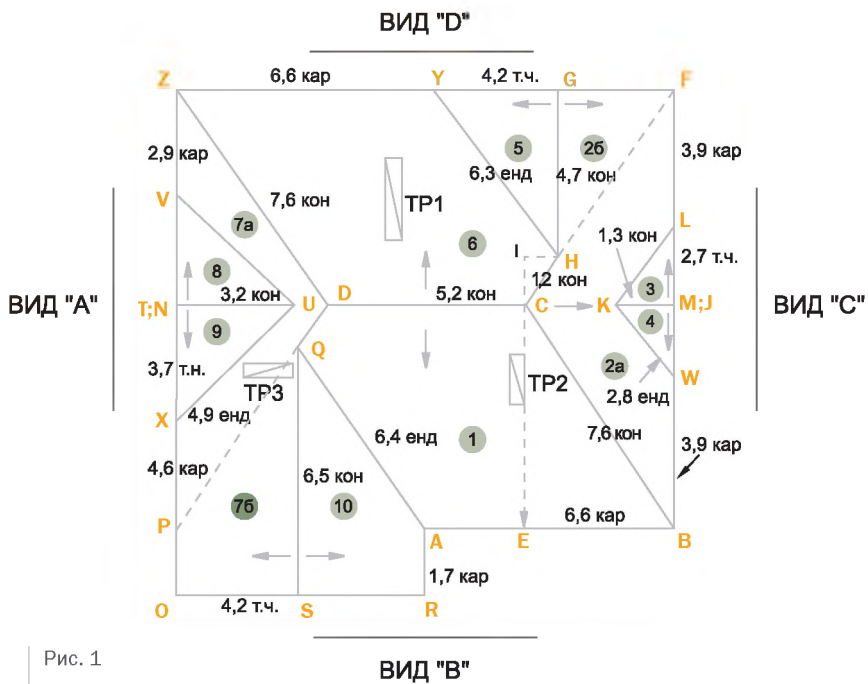
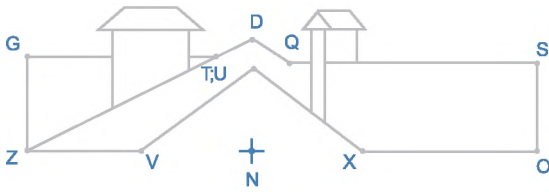
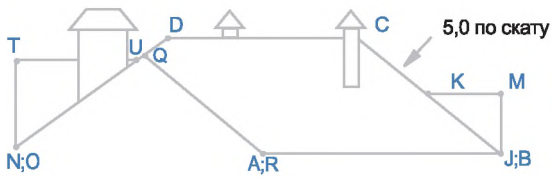
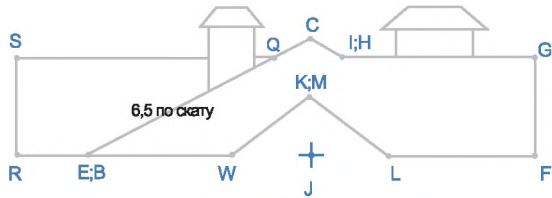

Рис. 1
Рис. 2
Рис. 3
Рис. 4
В дальнейшей работе с руководством Вам понадобятся: знания по геометрии и алгебре в объеме средней школы, чистый лист бумаги, карандаш, линейка, ластик. Полезны будут аккуратность и терпение. Вам будет необходим чертеж кровли, аналогичный представленному нами на рис. 1. В идеальном варианте заказчик предоставит Вам для расчета чертежи четырех фасадов (рис. 2, рис. 3, рис. 4, рис. 5) и вид кровли сверху (рис. 1).
Ее можно легко решить, мысленно разбив кровлю на составляющие ее прямоугольники, треугольники и трапеции. Так, к примеру, кровля, показанная на рис. 1, состоит из десяти элементов: одной трапеции (10), пяти треугольников (3, 4, 5, 8, 9) и четырех многоугольников (1, 2, 6, 7), которые мы тоже можем разделить на стандартные геометрические фигуры. Скат 2 мысленно делится на 2 треугольника (2а и 2б), где 2б идентичен скату 5. Скат 7 делится также на 2 треугольника 7а и 7б, где 7б идентичен скату 10. Скат 1 и 6 принимаем за параллелограммы.
При измерении того или иного элемента советуем Вам на чертеже «Вид сверху» сразу помечать размер этого элемента с указанием, что это за элемент. **Например:** DC — это конек, его размер 5,2 м. Можно обозначить его как 5,2_{кон} и проставить на чертеже, как показано на рис. 1 «вид сверху». Карниз можно обозначить, например, 10,5_{кар}, ендову — 6,4_{енд}, фронтоны (торцевые части) — 4,2_{т.ч.}, примыкание — 4,6_{прим}.